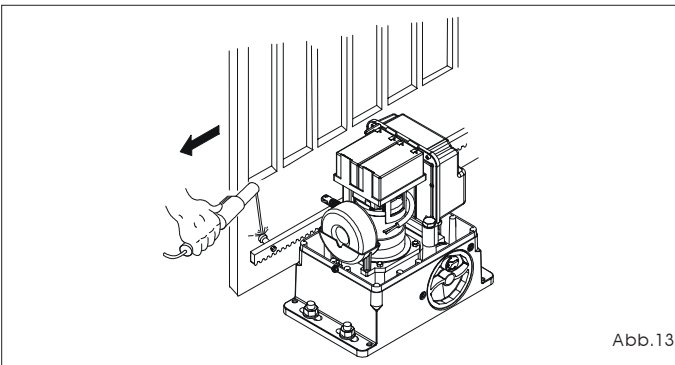

Abb.13
- 3) Das erste Stück der Zahnstange waagrecht auf dem Ritzel ablegen und den Gewindesperrzahn auf dem Tor anschweißen, wie in Abb. 13 angegeben.